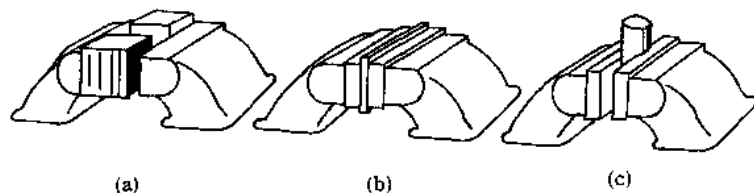

图 1-13 虎钳夹持工件方法
①向虎钳上安装工件时，应用手平稳有力地紧固。不可用于锤敲击虎钳手柄，或用加长管转动虎钳手柄。
②向虎钳上夹持工件时，非方形工件应以钳口中央夹紧。
③夹持方形工件时，如图 1-13 (a) 所示，在钳口的另一侧以等厚木块配置并同时夹紧。